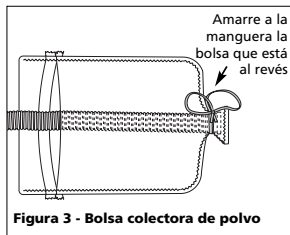

Figura 3 - Bolsa colector de polvo
b. Pase la bolsa colector sobre la manguera al vacío tal como se muestra en la Figura 3. Amarre con dos vueltas de cuerda alrededor de la entrada de la bolsa, y luego ajuste bien.